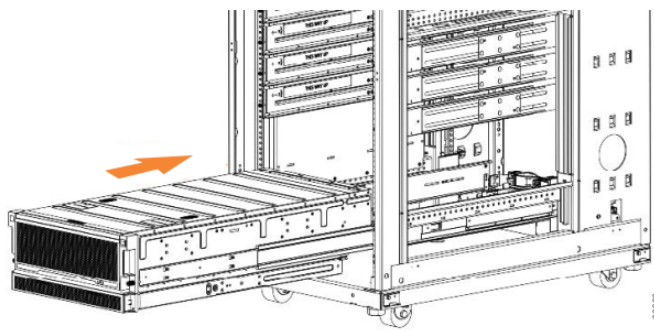

图 60. 在机架中安装机柜的示例
- 在机架最底部的位置安装扩展机柜。第 53 页的图 60 显示了一个示例。